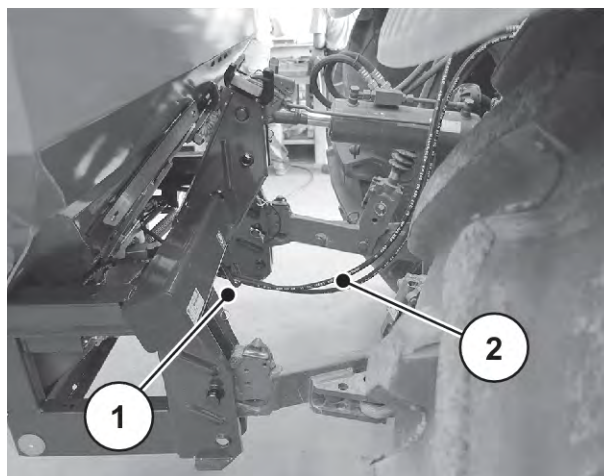

Fig. 25: Ghidaj furtunuri hidraulice
- ▶ Plasați furtunurile hidraulice sub țeava transversală. A se vedea *Fig. 25 Ghidaj furtunuri hidraulice*